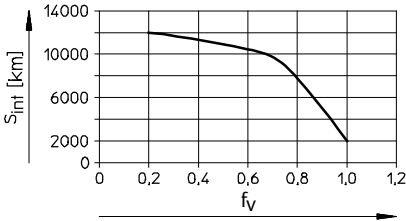

Fig. 12
- Divida en dos partes el intervalo de lubricación  $S_{int}$  (→ Fig. 12) si se da alguna de las siguientes situaciones:
1. Calcule el factor de compensación de carga  $f_v$  con ayuda de la fórmula para cargas combinadas (→ 12 Especificaciones técnicas) y consulte el intervalo de lubricación  $S_{int}$  (→ Fig. 12).
1. Calcule el factor de compensación de carga  $f_v$  con ayuda de la fórmula para cargas combinadas (→ capítulo 12 “Especificaciones técnicas”) y consulte el intervalo de lubricación  $S_{int}$  (→ Fig. 12).